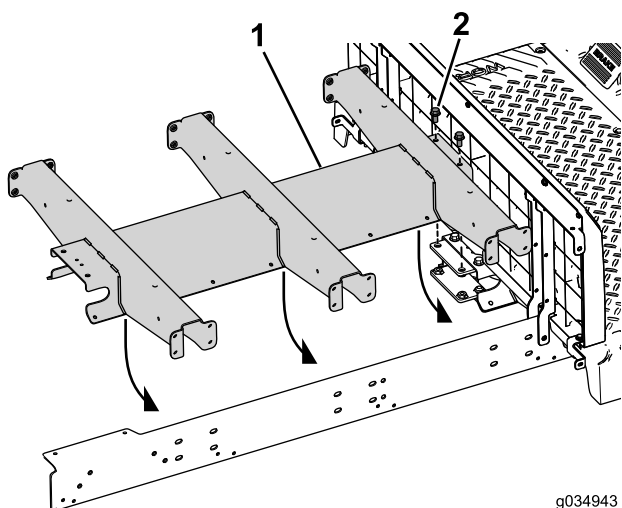

Bild 24
4. Setzen Sie die zwei Schrauben (3/8" x 3/4") durch den mittleren Kanal und die hintere Befestigung ein (Bild 24).